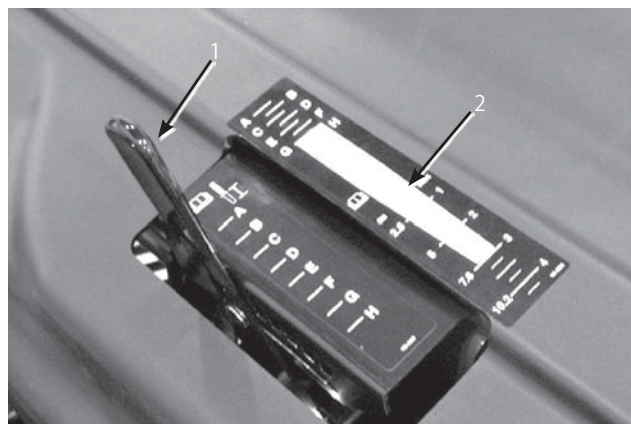

図28
2. タインの打ち込み深さチャート (図28) の、希望する打ち込み深さの位置に、タインの端を合わせてみる。